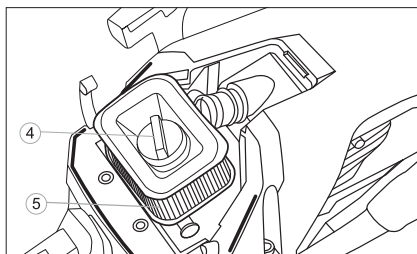

Рис. 25
2. Открутите гайку 4 (рис. 25) и извлеките фильтр 5.